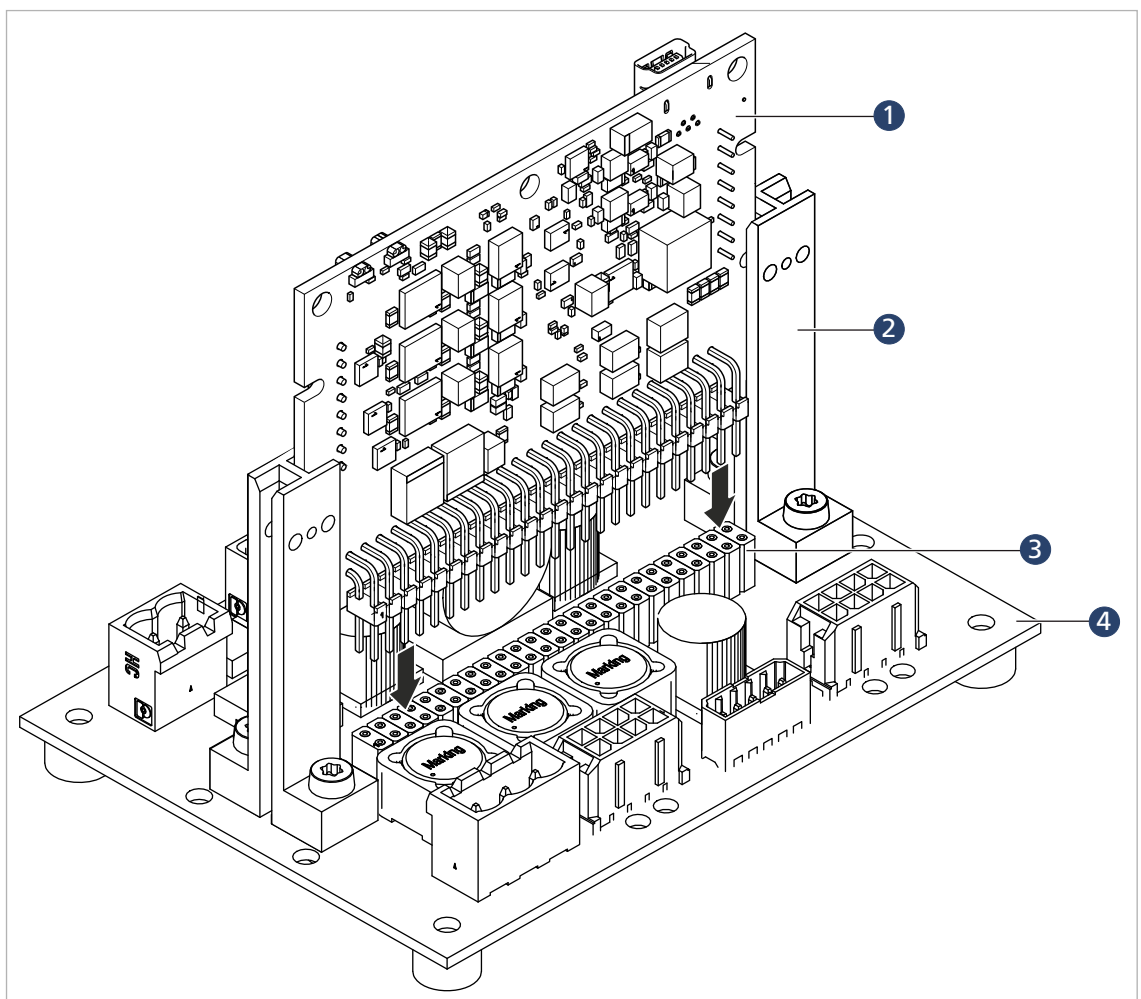

Abb. 12: Montage der Motion Controller Platine auf dem Motherboard
- ▶ Orientierung der Motion Controller Platine gemäß Abb. 12 beachten.